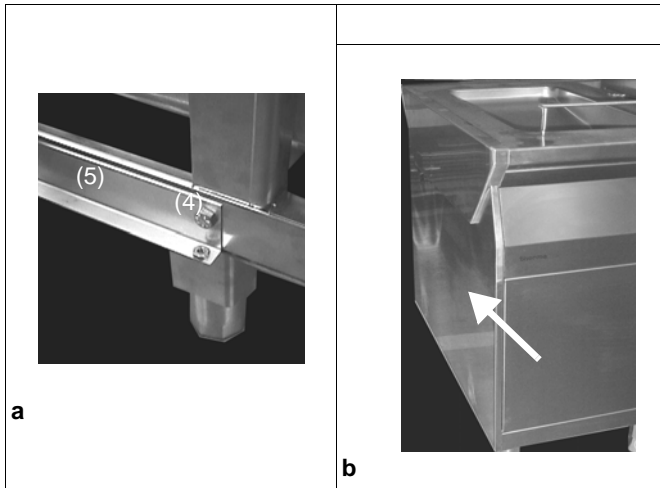

Fig.2 Montage du paroi latérale
et une équerre de fixation (5 / Fig.2).
- ⇒ Fixez l'équerre de fixation (5 / Fig.2b) à l'aide des vis, des rondelles à denture intérieure et des écrous en bas du châssis. (4 / Fig.2)